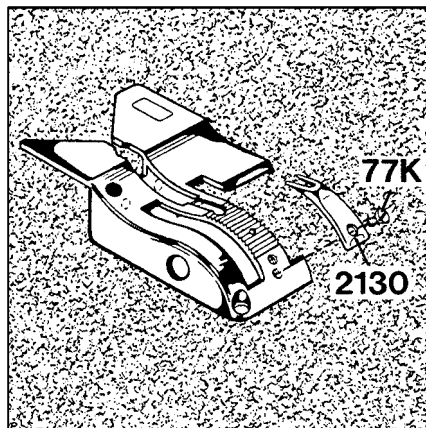

Fig.1
**NOTE:** In case the bag fabric is extremely thin, it is recommended to use needle size 125/049 or 170/067 in combination with throat plate needle hole section part No. 2130\* and screw part No. 77K\*, (see Fig. 1). Recommended sewing thread size for these needle sizes is Ne 34/4.
**BEACHTEN SIE:** Bei besonders dünnen Sackstoffen wird empfohlen, die Nadeldicke 125/049 oder 170/067 zusammen mit der Stichlochauflage Teil Nr. 2130\* und Schraube Teil Nr. 77K\* zu verwenden (siehe Fig. 1). Die empfohlene Nähgarnstärke für diese Nadeldicken ist Ne 34/4.